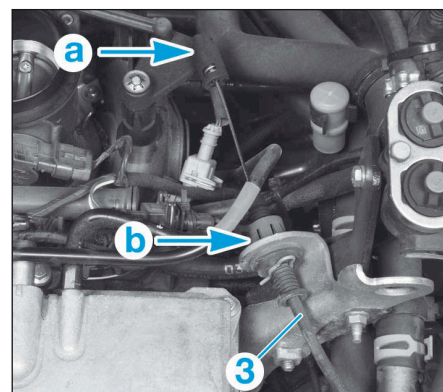

FIG.56
- Mettre de côté le câble de commande du boîtier papillon (3) ; pour cela (Fig.56) :